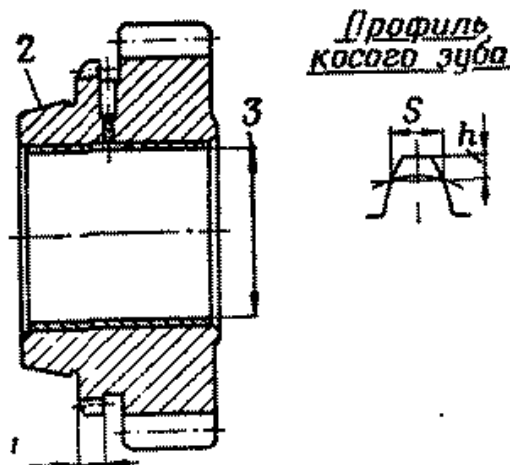

Рис. 114. Шестерня третьей передачи
5. Шестерни и блоки шестерен (рис. 114, 115)